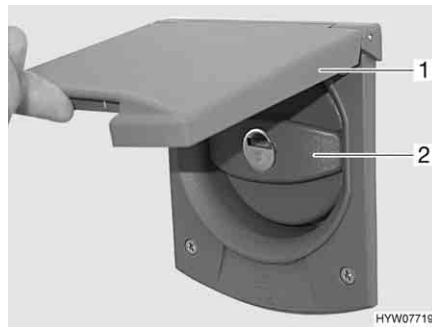

Bild 198 Verschlussdeckel für Frischwasser-Einfüllstutzen
- Außenklappe (Bild 198,1) nach oben schwenken.
- Blauen Verschlussdeckel (Bild 198,2) eine viertel Umdrehung drehen.